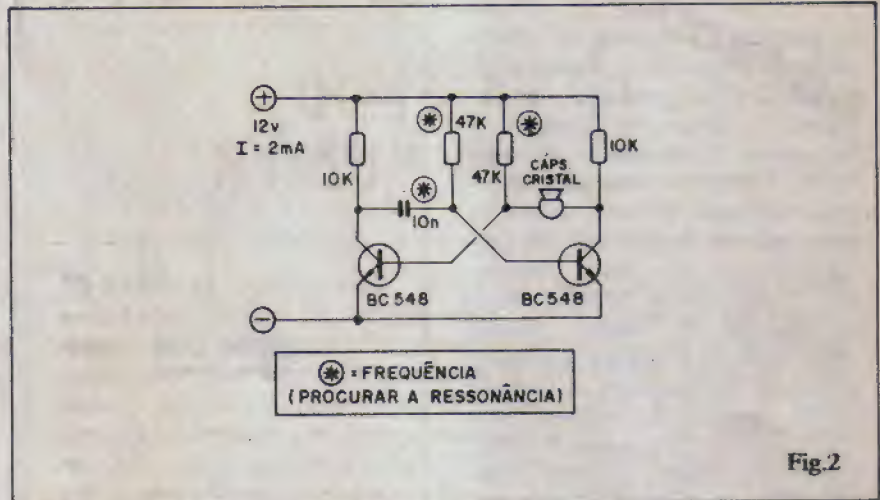
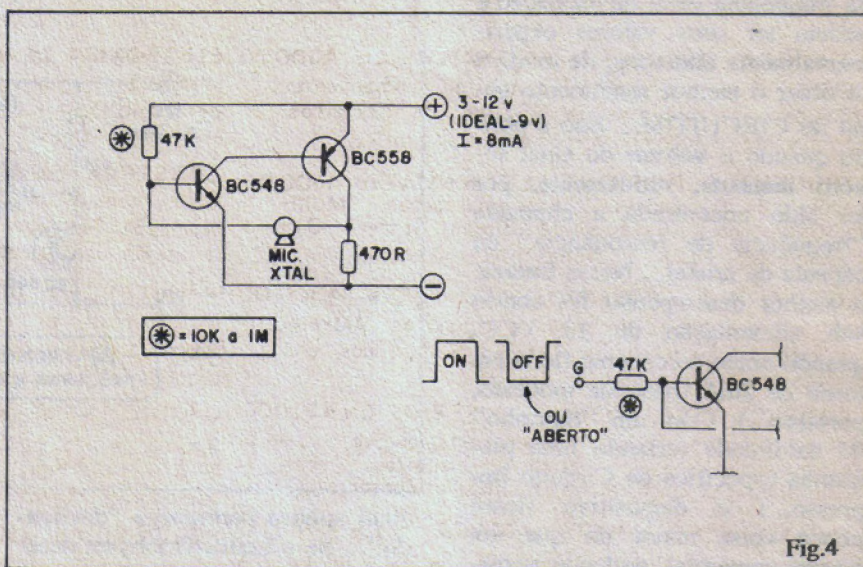

Fig.2
Fig.4
- **FIG. 2** - Primeira idéia para um **buzzer** "feito em casa"... Um simples circuito com dois transistores bipolares "universais" (admitem "uma pá" de equivalências...), estruturados em ASTÁ-
- **FIG. 4** - Provavelmente o **melhor** de todos os arranjos aqui sugeridos para a "confeção" de um **buzzer**... Representa a melhor solução de compromisso entre **tamanho/custo/nível do sinal gerado/faixa de tensão operacional/consumo de corrente**! O CIRCUITIM nada mais é do que um **ASTÁVEL** formado por dois transistores bipolares complementares (um NPN e um PNP), que - inclusive - admitem uma série enorme de equivalências. Parecido com o que ocorre na ideia da fig. 2, uma cápsula de cristal (piezo), tipo "microfone" assume o lugar tradicionalmente reservado ao capacitor de realimentação